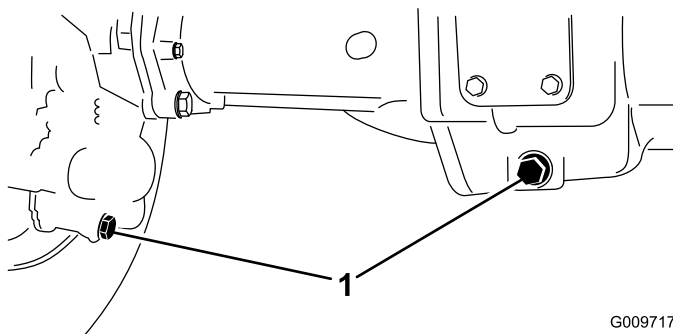

Figure 107
- Nettoyez la surface autour des 3 bouchons de vidange, 1 à chaque extrémité et 1 au centre (Figure 107).